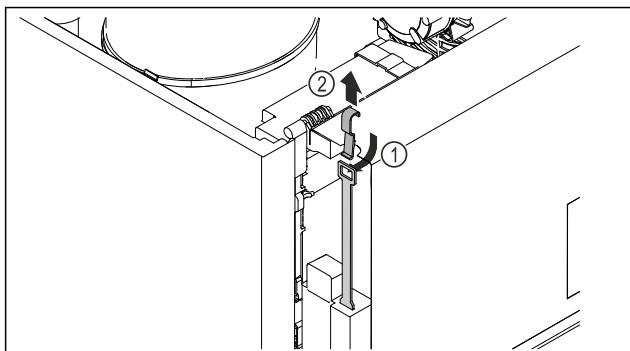

Fig. 248
- Klíč pro nouzové odblokování Fig. 248 (1) vložte shora, zahákněte jej za zámek a vytáhněte nahoru Fig. 248 (2).